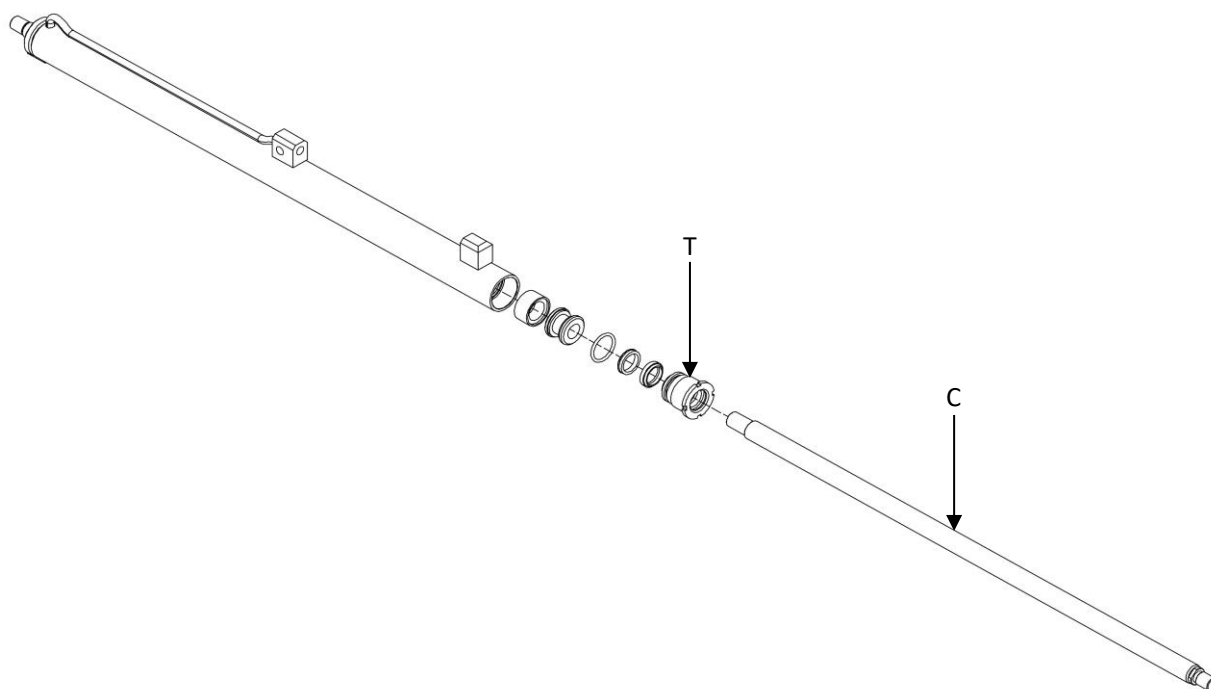

Figure 18
8. Se référer à la *Figure 18*.